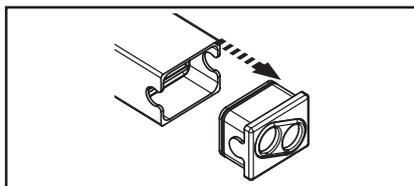

fig.2 Tampa de fecho do recipiente
2. Abrir o recipiente retirando a tampa de fecho (fig. 2).